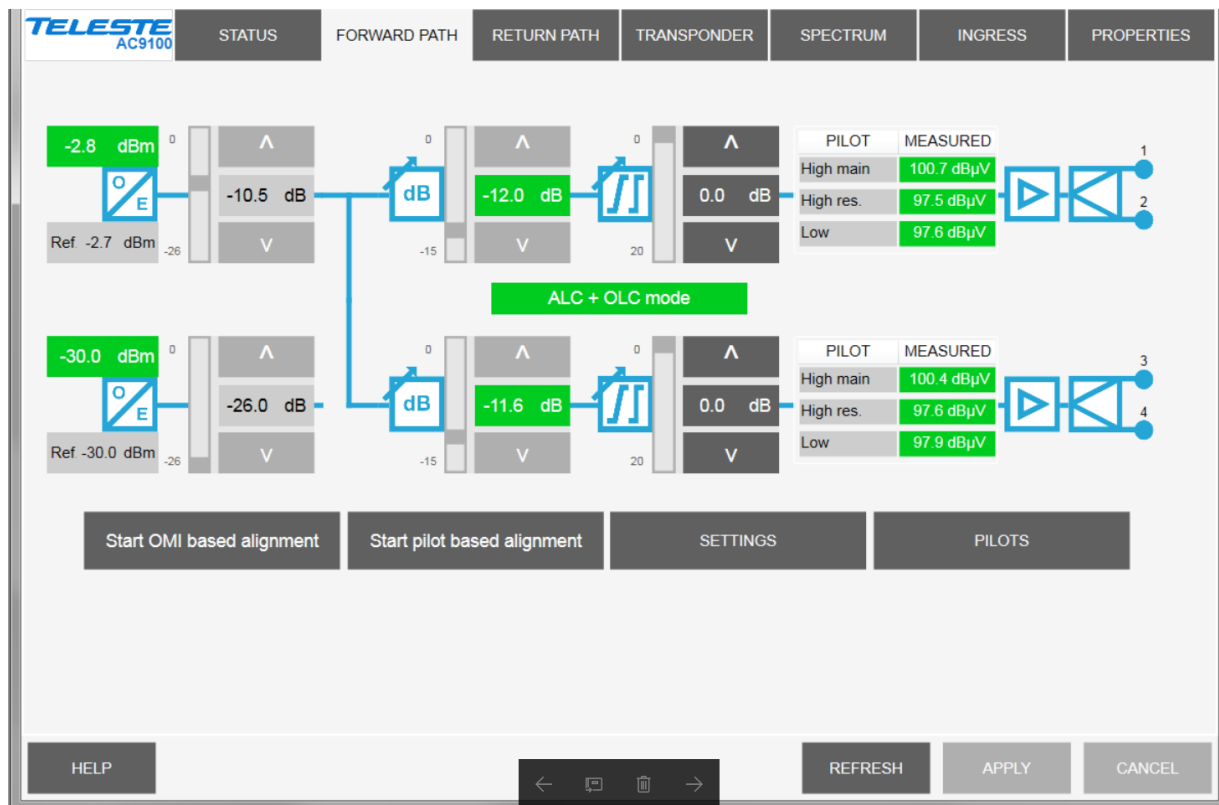

Fig. 5.
- Klik op de knop **Settings** in het **Forward Path** tabblad. (Fig. 5)